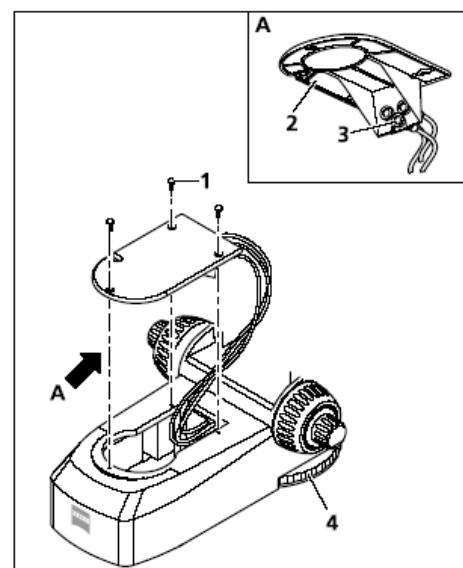

图 3-17 连接 LED 照明器
- 松开底部的罩子 (图 3-17/2) 上的三个螺丝 (图 3-17/1), 将其向外拉, 取下罩子。
- 将 LED 照明器电源线插到罩子上的端口内 (图 3-17/3)。
LED 反射光的强度可以通过显微镜的控制轮 (从两面都可操作) (图 3-17/4) 控制。